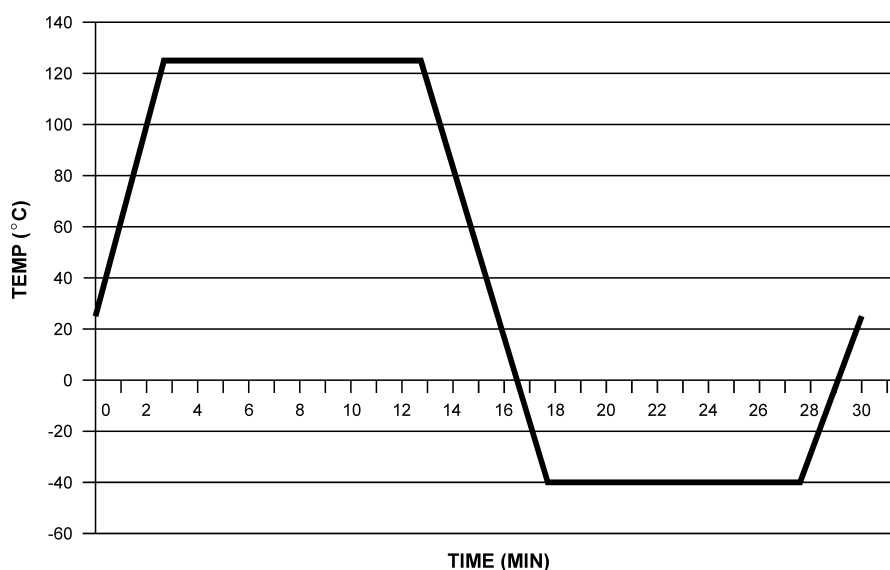

FIGURE 3. Thermal cycling profile specified for the — 40 to 125°C profile with 5 minute ramp and 10 minute hold times.
- 温度サイクル試験：“Guidelines for Accelerated Reliability Testing of Surface Mount Solder Attachments” (表面実装部品の加速信頼性試験のガイドライン) と題された IPC-SM-785 規格に基づき試験を行いました。その試験結果を、Figure 3 ～ 4、Table 3 ～ 5 に示します。